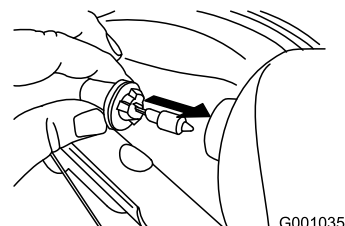

Bild 58
- Setzen Sie eine neue Glühbirne hinten am Scheinwerfer ein (Bild 58).